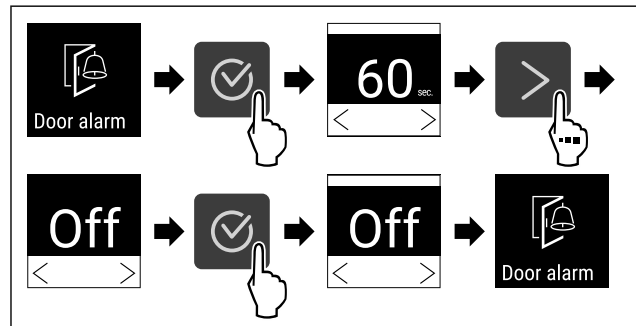

Fig. 88
- ▶ Végezze el a gyakorlati lépéseket (lásd Fig. 88).